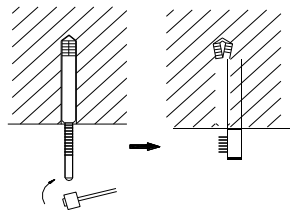

Рис. 4.6
- (3). Вставьте анкера в просверленные отверстия, затем вставьте шпильки в анкера и полностью забейте их с помощью молотка. (См. Рис. 4.6)